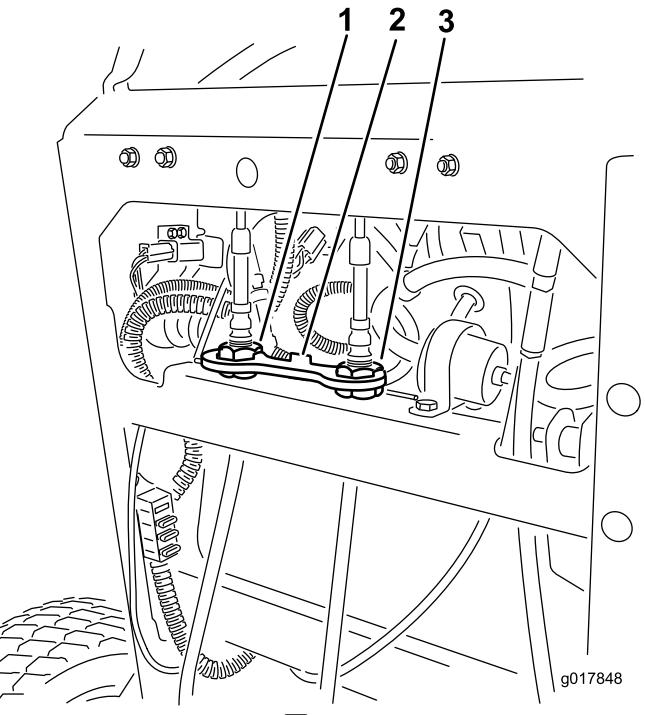

図 55
4. ケーブル調整ナットを固定しているケーブルロックを解除する（図 55）。
5. 右ケーブル調整器を回して、右側コントロールレバーがコントロールパネルのニュートラルロックスロットの中央にくるようにする（図 55）。
10. ケーブルロックを調整ナットに取り付けて、調整を固定する（図 55）。